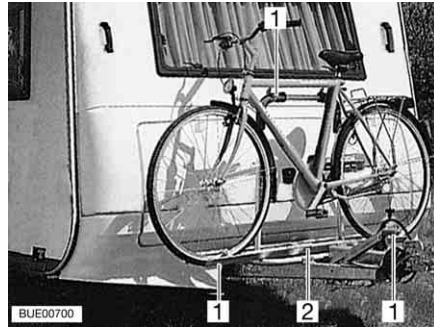

Fig. 14 Porte-vélos à l'avant
- Placer les vélos sur le porte-vélos (Fig. 14,2) et les attacher à l'aide de sangles rapides (Fig. 14,1).